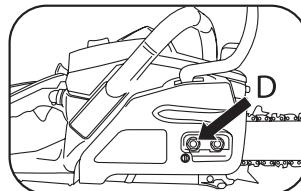

Рис. 4В
- Чтобы натянуть цепь, ослабьте гайки крепления шины, поверните регулировочный винт (D) по часовой стрелке. Чтобы уменьшить натяжение цепи, поверните регулировочный винт (D) против часовой стрелки. Убедитесь в том, что цепь расположена по всей периферии шины (Рис. 4В).